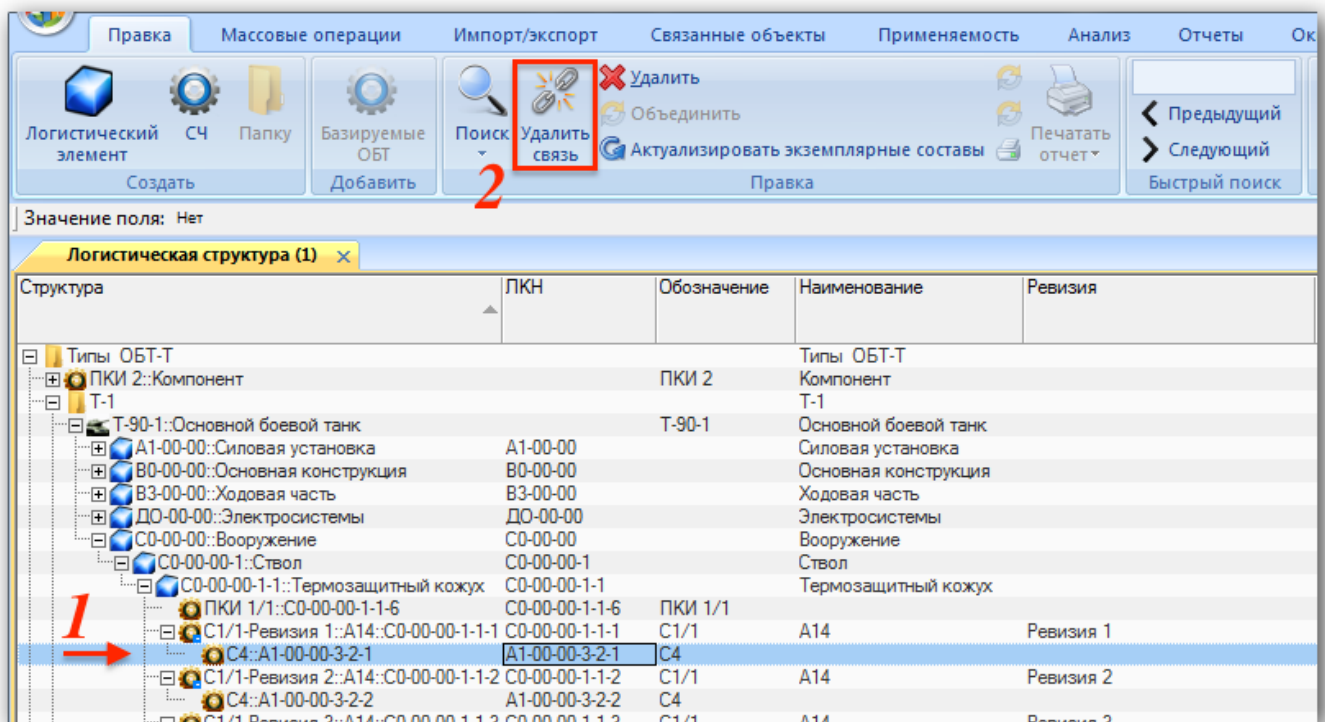

Рис. 10-59 –Удаление связи компонента с родительским компонентом и всеми его ревизиями
9) Для удаления компонента из состава родительского компонента и всех его ревизий следует выделить родительский компонент или одну из его ревизий и нажать кнопку «Удалить связь» панели «Правка», после чего подтвердить действие (рис. 10-59). Выбранный компонент будет удален из состава родительского компонента, но сохранится в БД.